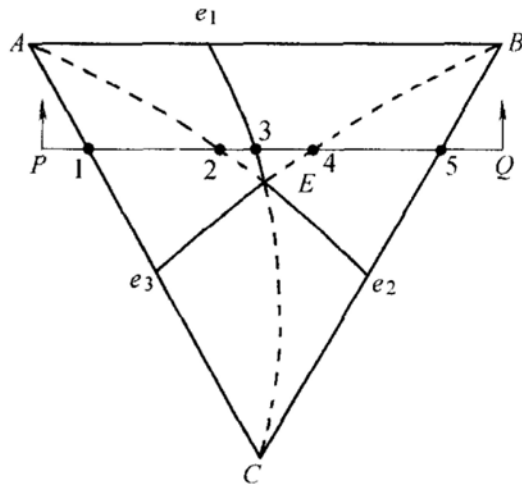

图 31-1 第六题第 2 小题图
2. 设有一由固态下完全不溶、且具有共晶转变的 A、B、C 三组元组成的三元相图如图 31-1 所示,已知  $t_A > t_B > t_C > e_1, e_1 > e_2 > e_3 > t_E$ ,试求: